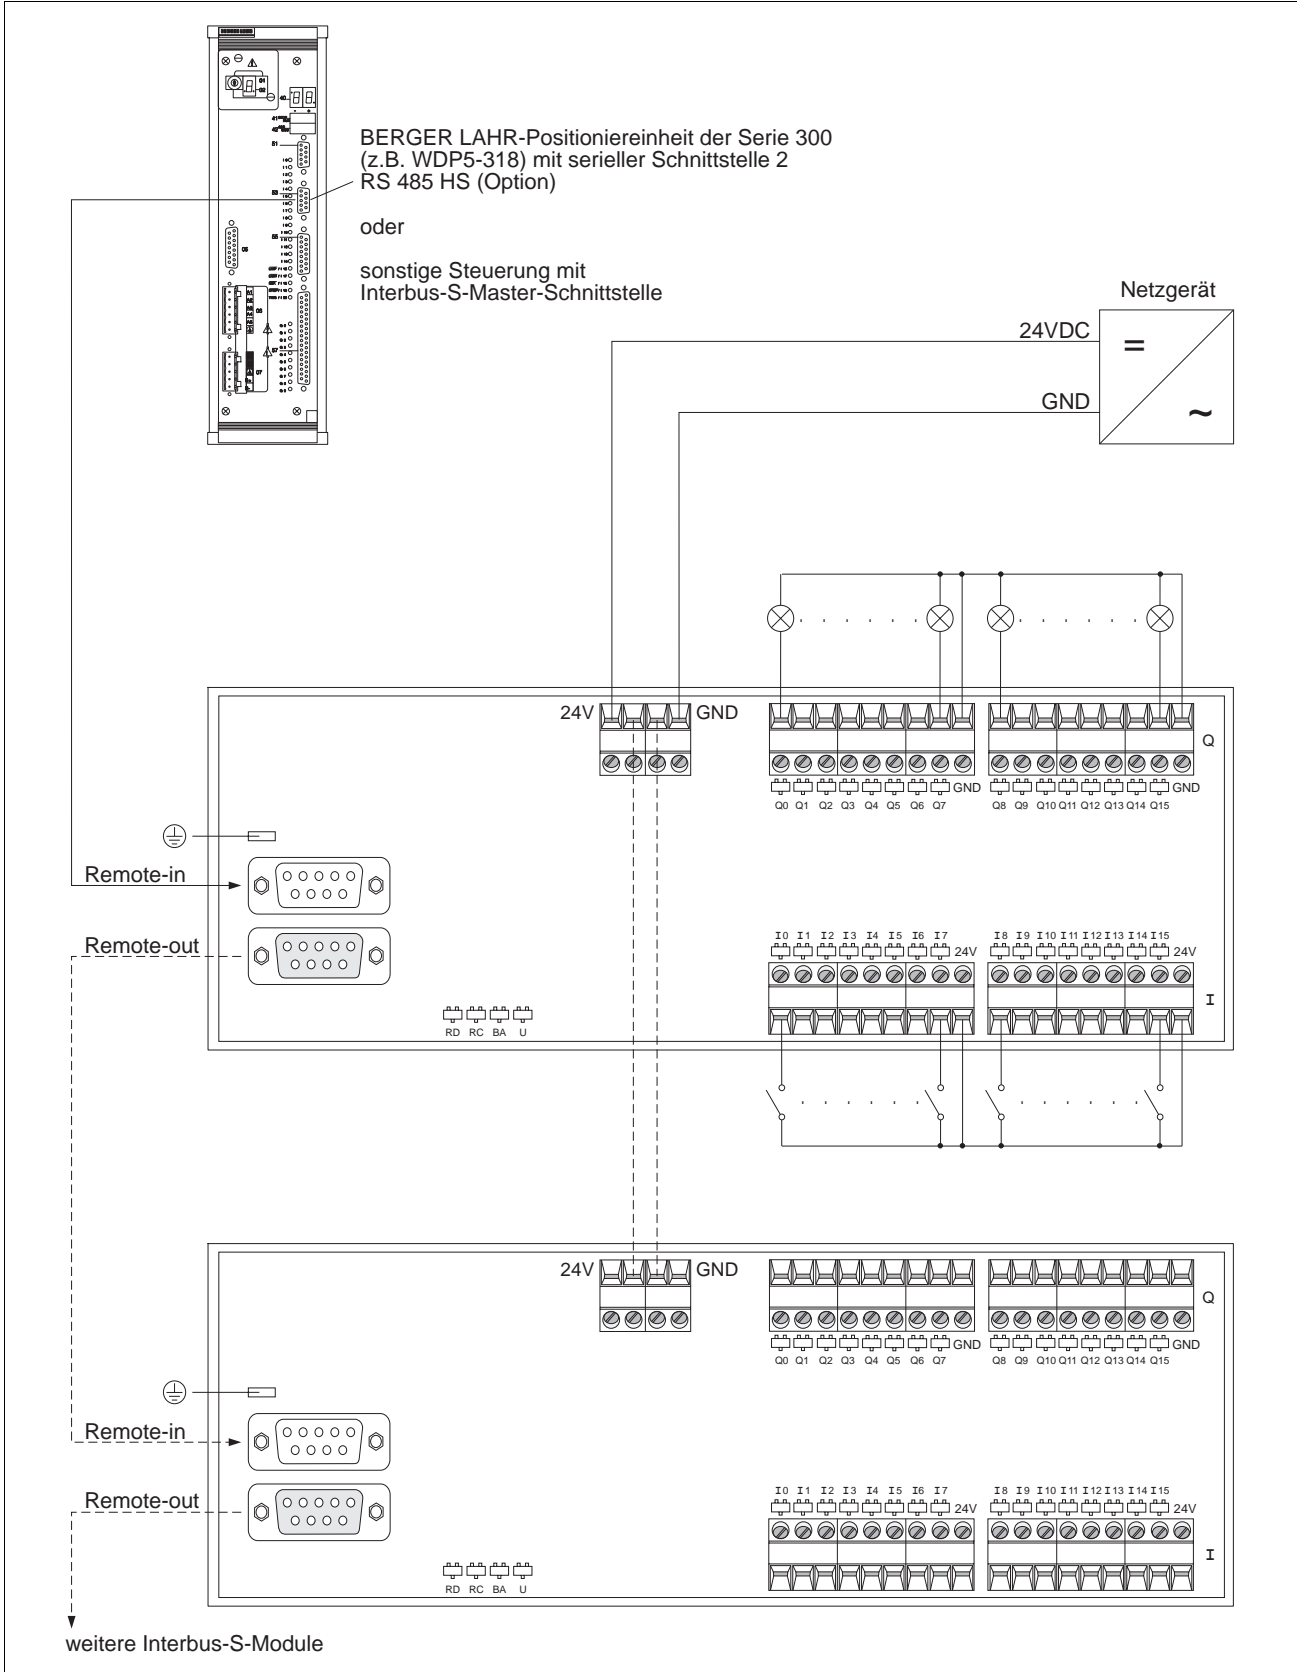

Bild 2 Verdrahtungsschema
5. Ein- und Ausgänge anschließen (siehe Bild 2).
6. Spannungsversorgung anschließen (siehe Bild 2).